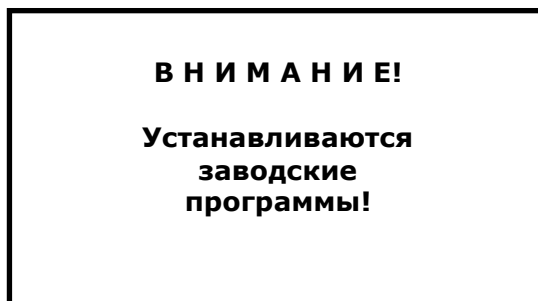

Рис. 12
- **Сброс настроек.** При нажатии на кнопку [+] будет осуществлена установка всех настроек на заводские значения. Параметры настроенных датчиков при этом сохраняются (Рис. 12).